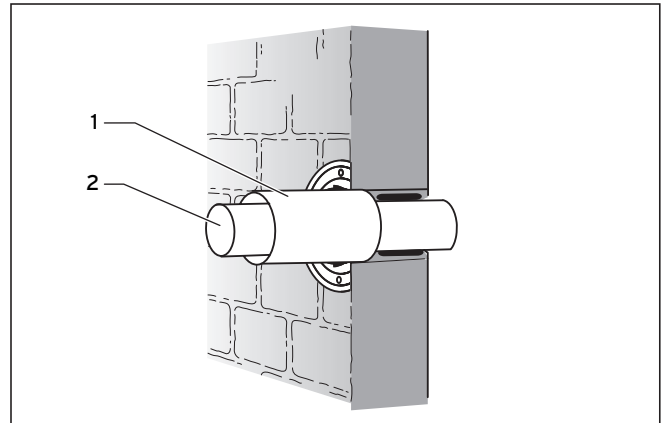

Fig. 4.19 Montage du raccordement
- Réduisez le conduit d'air/des fumées conformément à la figure 4.19.